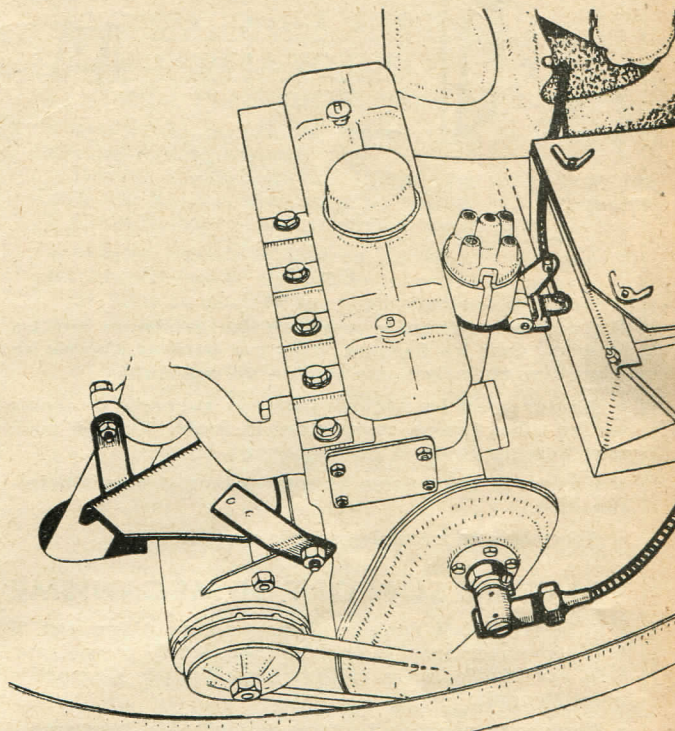

Fig. 12
- Monter la tôle écran de la dynamo (voir figure 12).
- Monter le nouvel allumeur, après l'avoir équipé de son collier pour le branchement de la commande à main (figure 12).
- Brancher le flexible du compte-tours sur le renvoi d'angle du carter de distribution (figure 12).